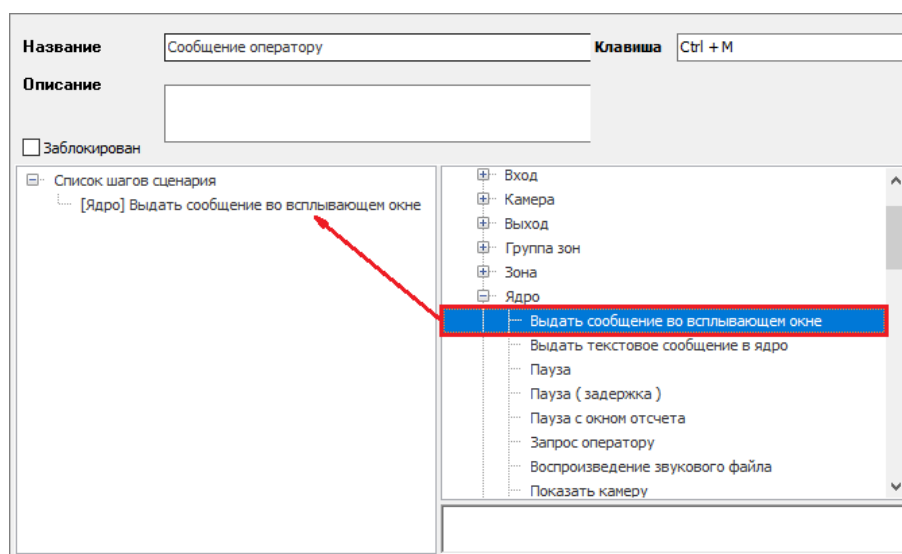

Рисунок 6-622 Добавление шага сценария в список шагов сценария
- дважды щелкните левой клавишей мыши в списке возможных сценариев на шаг сценария, который необходимо добавить в список шагов сценария (см. Рисунок 6-622). Соответствующий шаг сценария будет добавлен на последнюю позицию списка шагов сценария;